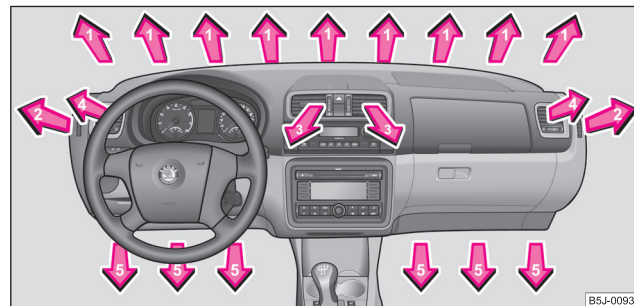

Abb. 110 Luftaustrittsdüsen
- Stellen Sie die Luftaustrittsdüsen **3** und **4** so, dass der Luftstrom leicht nach oben gerichtet ist ⇒ Seite 95, Abb. 110.
- Stellen Sie die Luftaustrittsdüsen ③ und ④ ⇒ Seite 95, Abb. 110 so, dass der Luftstrom leicht nach oben gerichtet ist.
Sie können die Luftverteilung zu den Luftaustrittsdüsen über die Tasten des Bedienteils der Climatronic regeln ⇒ Seite 93. Die Luftaustrittsdüsen **3** und **4** ⇒ Abb. 110 können einzeln geschlossen und geöffnet werden. ■